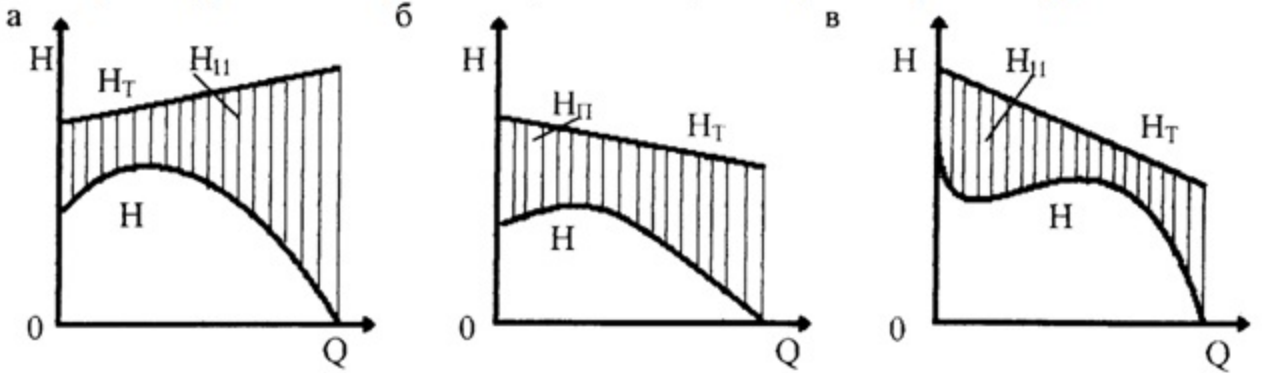

Рис. 6. Форми дійсних індивідуальних характеристик турбомашин
1.2.6. Дійсна індивідуальна характеристика турбомашини – це залежність між дійсною подачею Q і напором H . На мал.6 показано дійсні індивідуальні характеристики для відцентрової турбомашини (рис. 6, а і б) і осьової (мал. 6, в). H_n - втрати напору